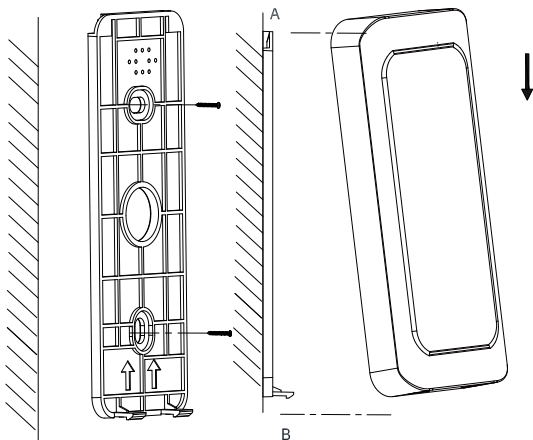

Рисунок 1
5.2 По двум отверстиям в задней (рисунок 1) крышке следует разметить и просверлить в стене отверстия для самонарезающих винтов и дюбелей, а также отверстие для кабеля.
5.4 Завершить монтаж следует установкой и креплением считывателя к задней крышке (рисунок 1).